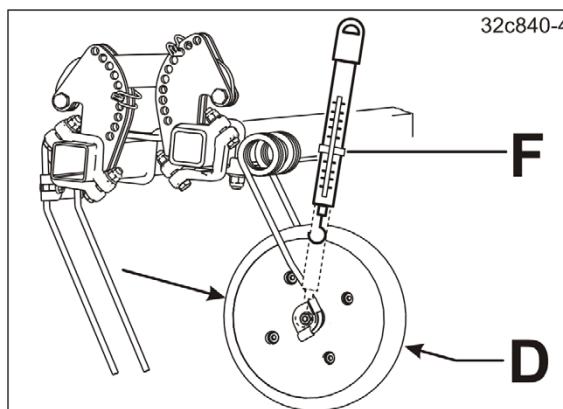

Рис. 171
6. Проверьте давление катков, например, с помощью пружинных весов (см. Рис. 171).